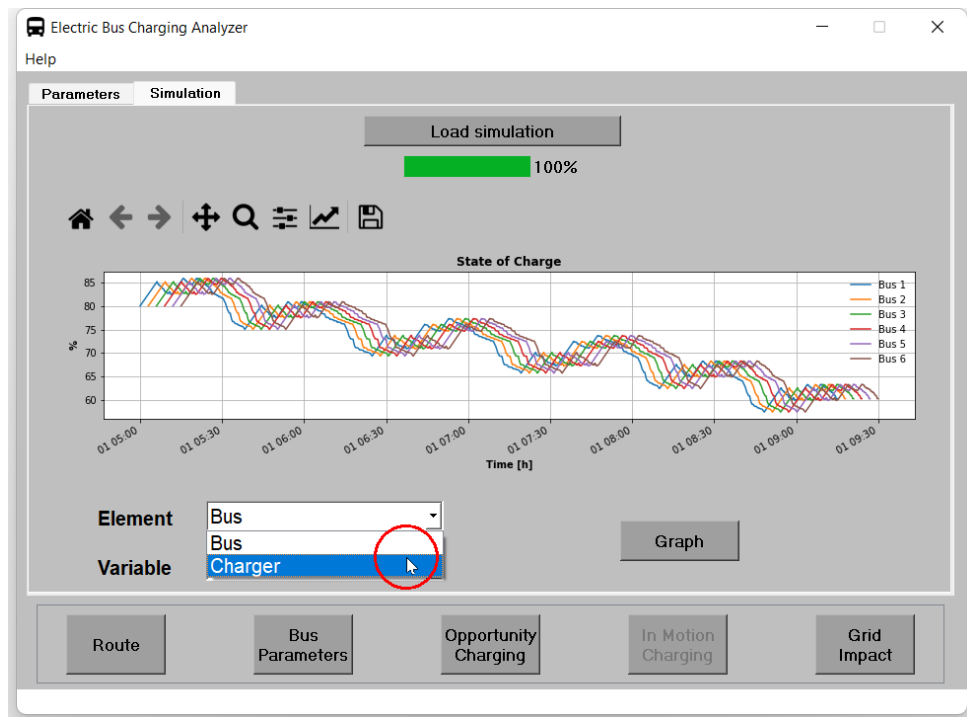

Figura 41: Cambiar elemento de simulación.
6. Luego, se selecciona el elemento Charger con en la figura 41.